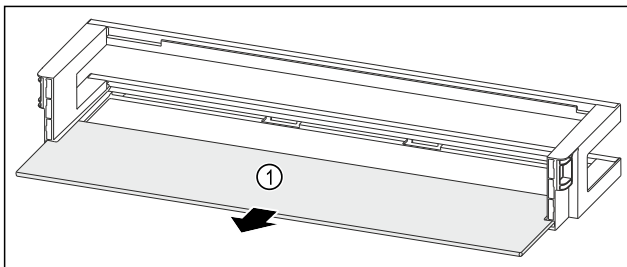

Fig. 96 Türabsteller mit Abstellfläche
- Abstellfläche Fig. 96 (1) entnehmen.